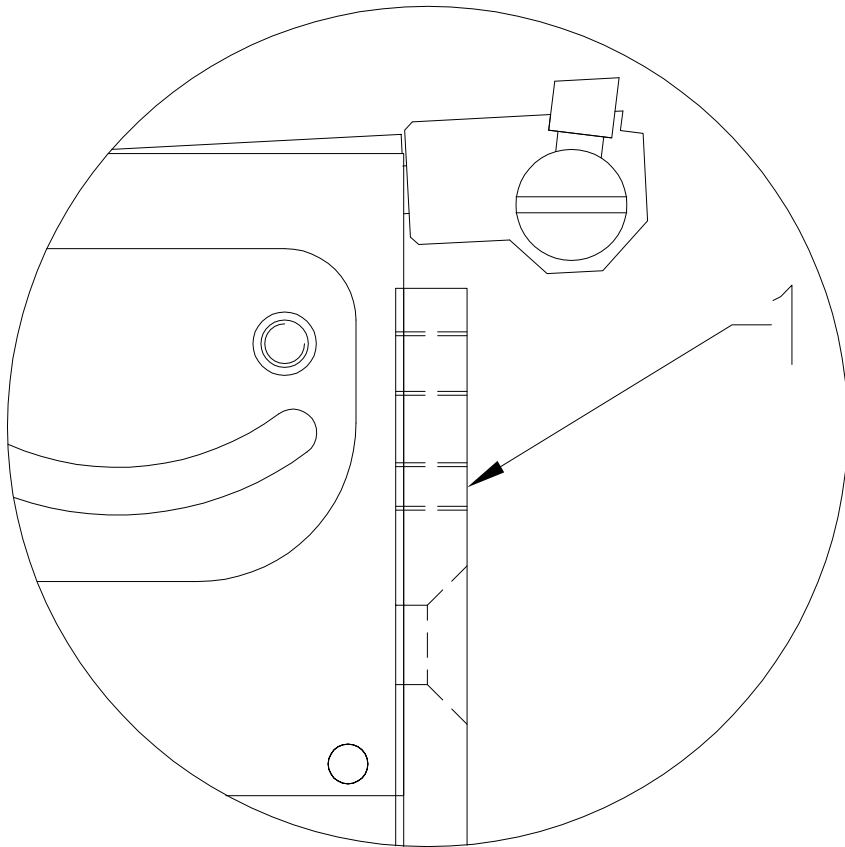

Fig. 6
8. Empty out a Cylinder (*Fig. 6*)